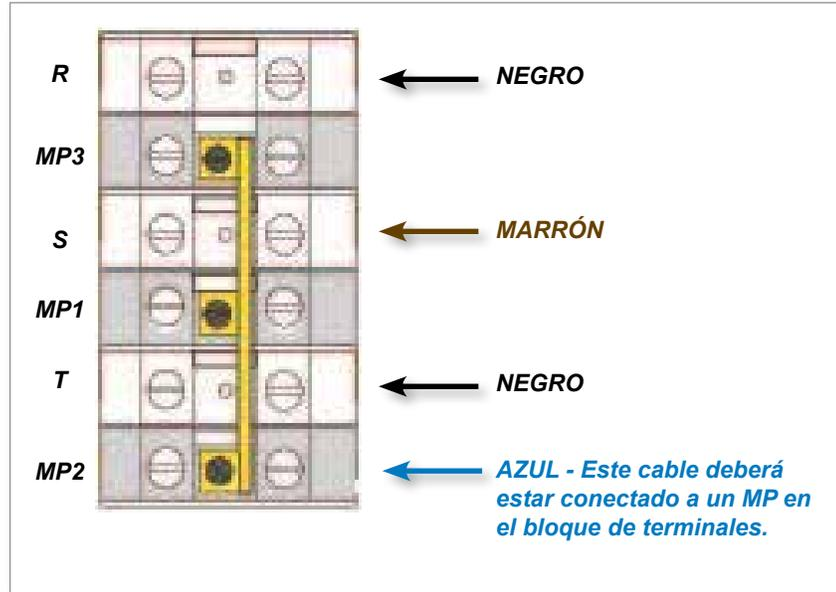

Figura 9-1 Conecte la posición neutral que se muestra con la flecha azul
1. Conecte el neutro (indicado por el conductor azul) en el terminal inferior derecho. Consulte la Figura 9-1.